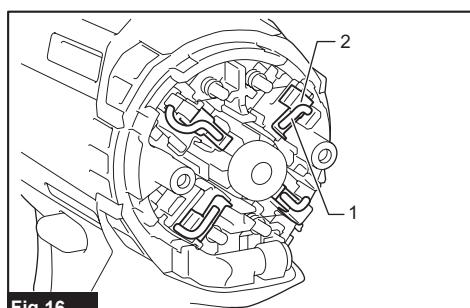

Fig.16
► Рис.16: 1. Колпачок угольной щетки